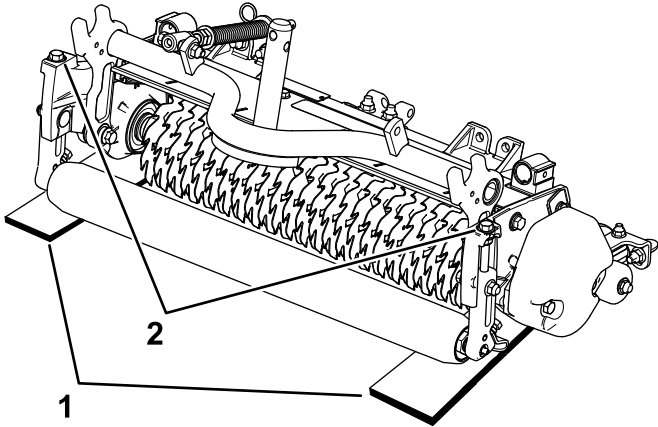

图 9
2. 将 2 个调刀尺厚度为所需的刀片穿透深度放在切根刀滚刀的前、后滚筒下面滚刀的两端 图 9。
3. 旋转各剪草高度支架 图 9 上的调节螺栓使切根刀刀片的两端都接触到水平地面。